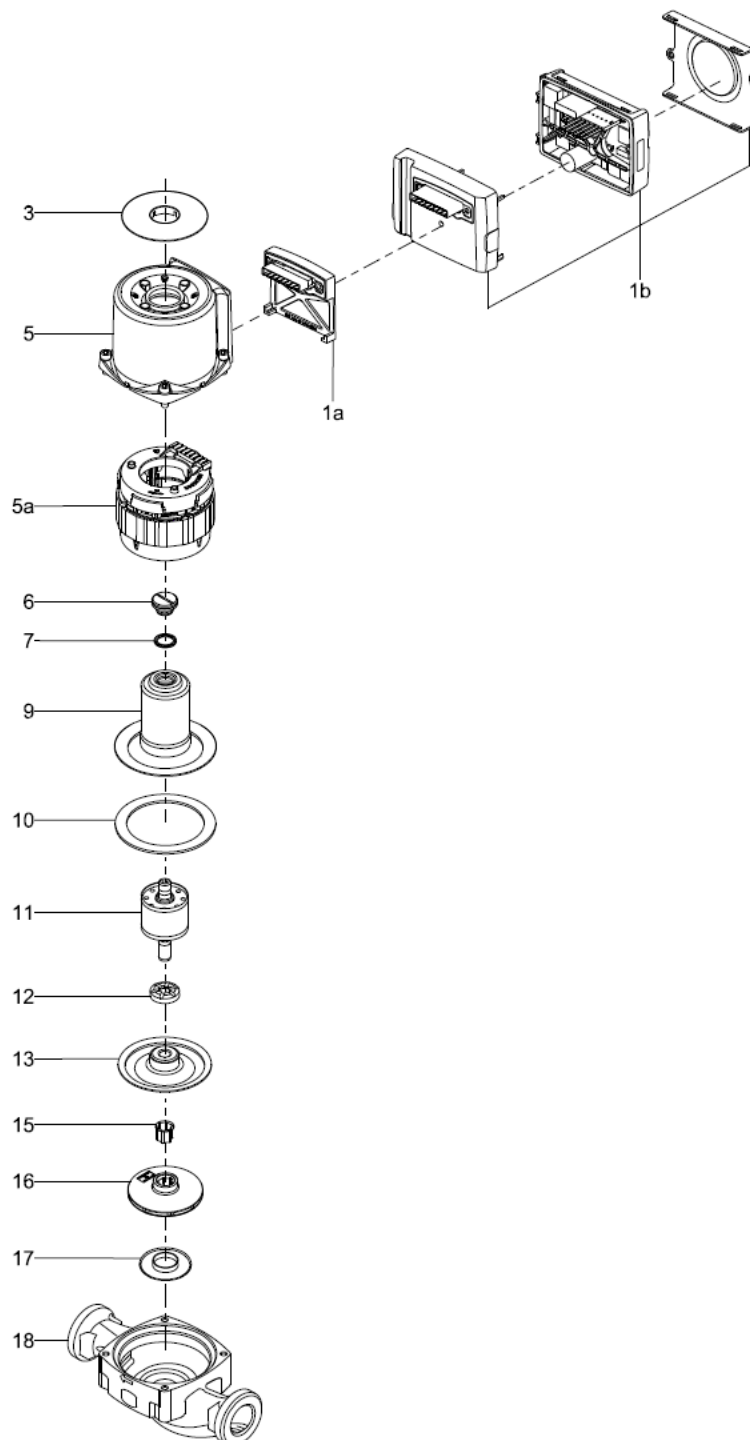
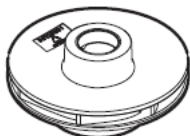

Fig. 2 UPML
Fig. 12 Girante
La girante composta è del tipo radiale, con lamelle curve. Vedere fig. 12. La girante è fissata all'albero con un cono separato in due parti. Vedere fig. 2, pos. 15. La girante, l'albero con il rotore e la placca di supporto sono assemblati in un'unica unità per impedire un possibile disallineamento nei cuscinetti.